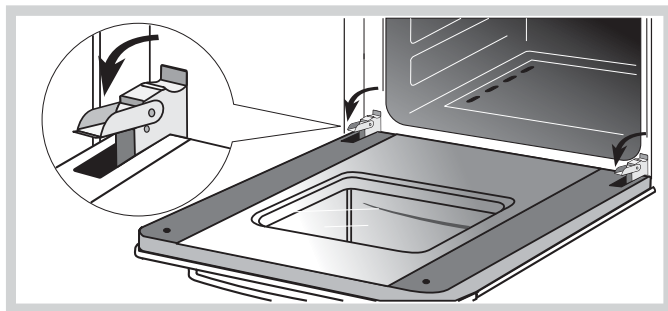

Рис. 23
- поднимите и поверните до упора рычаги, расположенные на двух шарнирах (рис. 23),